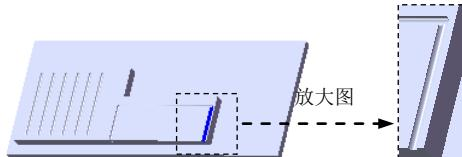
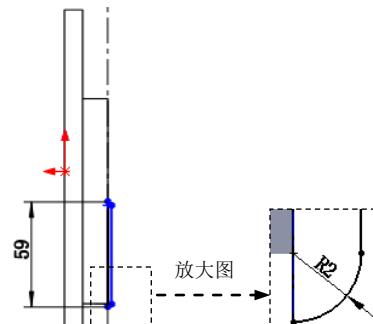

图 17.7.26 创建切除—旋转 5
图 17.7.27 横断面草图
Step14. 创建图 17.7.26 所示的切除—旋转 5。选择下拉菜单 **插入(I)** → **切除(C)** → **旋转(R)**... 命令；选取 Step13 绘制的基准面 4 作为草图平面，绘制图 17.7.27 所示的横断面草图（包括旋转中心线）。采用草图中绘制的中心线作为旋转轴线；在 **方向 1** 区域的 **下拉列表** 中选择 **给定深度** 选项，在 **文本框** 中输入数值 360.0，采用系统默认的旋转方向。